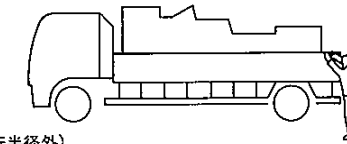

図4
4. アオリ戸開閉の際、アオリ戸の回転半径内に入らないで下さい(図3、図4参照)。バネ強さの調整が適切でない(強すぎる)場合、閉まろうとする運動が速くあご等の人体にあたる恐れがあります。